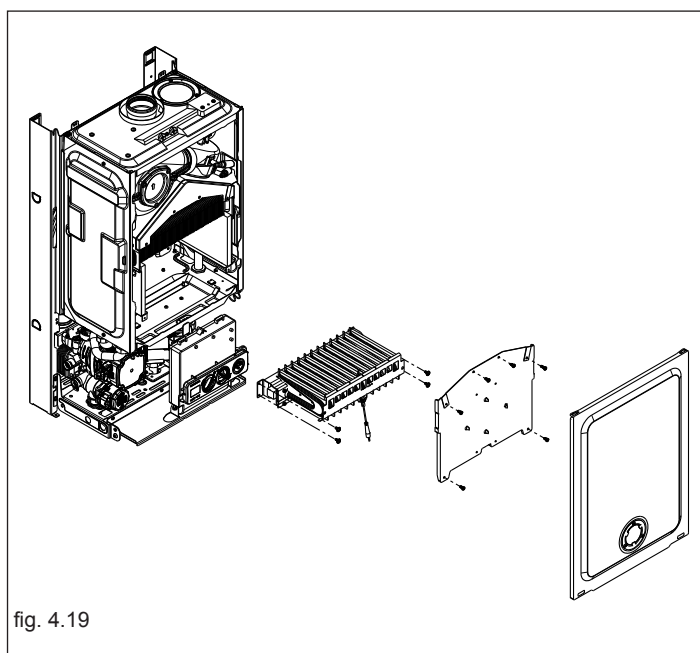

fig. 4.19
- rimuovere in successione: mantello, coperchio cassa aria e coperchio camera di combustione (fig. 4.19)